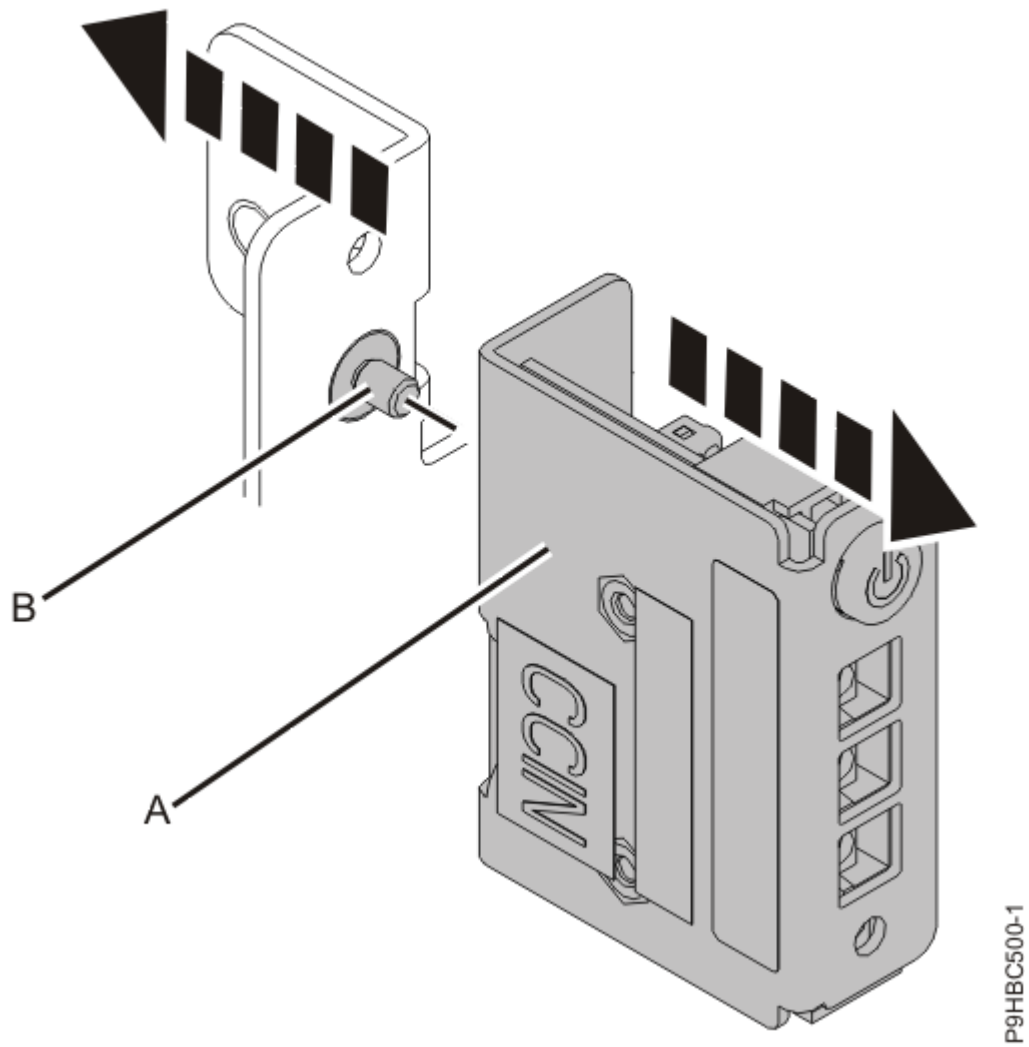

Abbildung 9. Steuerkonsole an der Halterung ausbauen
2. Lösen Sie die Schraube **(B)**, mit der die Steuerkonsole **(A)** an der Halterung befestigt ist (siehe Abbildung 9 auf Seite 11).